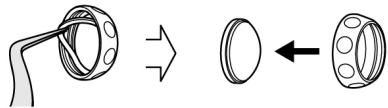

Fig. 23
5. Retirez le joint d'étanchéité et démontez le couvercle du compartiment à poudre (Fig. 23).